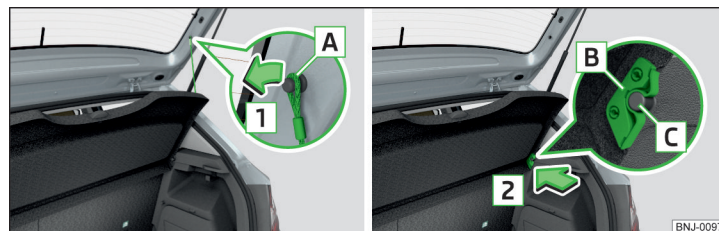

Fig. 100 Estrazione della cappelliera
Se i nastri di fissaggio **A** » fig. 100 sono agganciati al portellone bagagliaio, all'apertura di quest'ultimo verrà sollevata anche la cappelliera del bagagliaio (di seguito solo cappelliera).
- Sganciare su entrambi i lati del portellone bagagliaio i nastri di fissaggio **A** in direzione della freccia **1** » fig. 100.
- Gli alloggiamenti **B** sulla cappelliera devono essere innestati tramite i bulloni **C** sul rivestimento laterale » fig. 100.
- Gli alloggiamenti **B** sulla cappelliera devono poggiare completamente sui bulloni **C** del rivestimento laterale » fig. 100.
Nella parte anteriore, gli alloggiamenti **B** » fig. 100 a pag. 89 della cappelliera devono innestarsi completamente nei perni del rivestimento laterale. Nella parte posteriore, la cappelliera deve essere fissata su entrambi i lati sotto il bloccaggio.